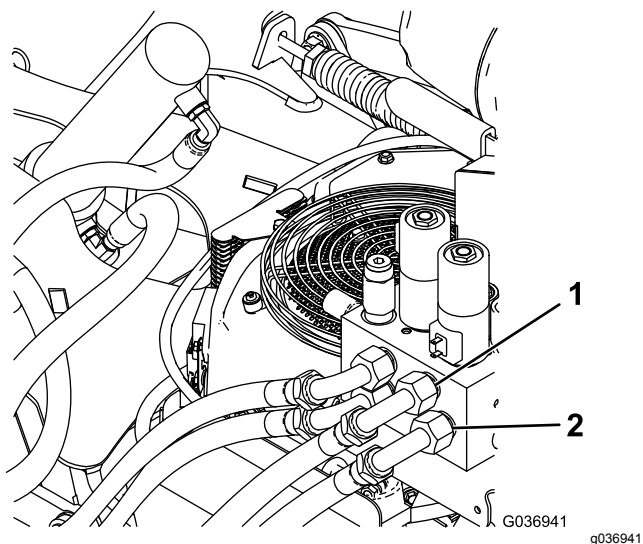

Figura 10
1. Conecte el extremo libre de la manguera del orificio C3 del distribuidor en el acoplamiento de 90° de la parte superior del cilindro hidráulico (Figura 10).
90° de la parte inferior del cilindro hidráulico (Figura 10).